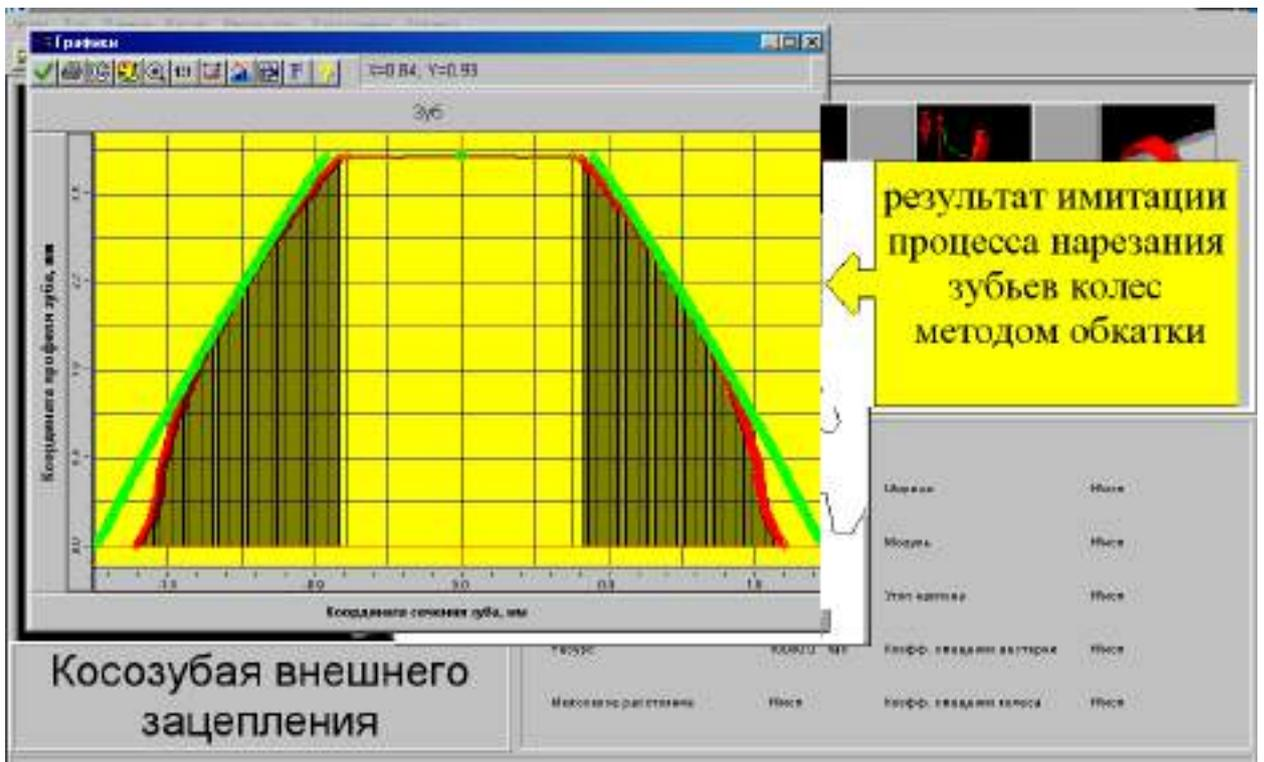

Рисунок 1.31
**Задание 7.** Просмотрите результат имитации процесса нарезания зубьев методом обкатки (рисунок 1.31).